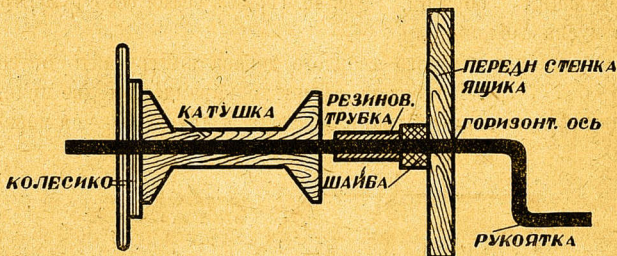

Рис. 48. Колесико и катушка на горизонтальной оси.
4. Для изготовления колесика и катушки (рис. 48) вырежьте из картона несколько кружочков $D = 8$ см. В середине каждого кружочка сделайте отверстие $D = 0,7$ см. Кружочков нарежьте столько, чтобы они плотно сжатые и склеенные образовали колесико толщиной около 0,5—0,7 см.